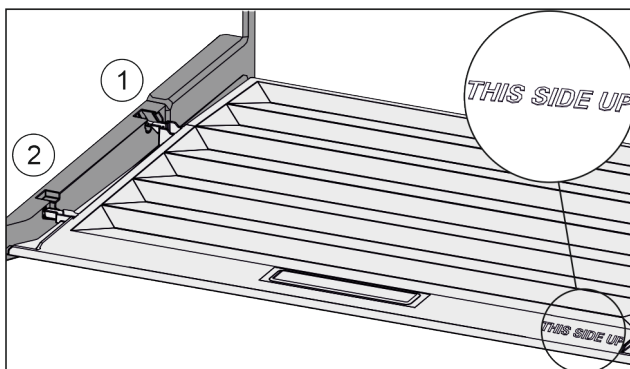

Fig. 91
- ▶ Introduzca los nervios de la tapa por la abertura del soporte trasero Fig. 91 (1) y encájelos por delante en el soporte Fig. 91 (2).